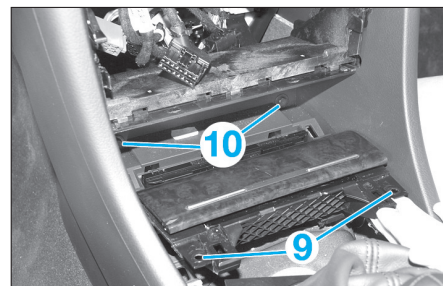

Fig. 9
- Déposer le cendrier avant en dévissant les fixations (9) (Fig.9)
- Déposer les vis (10).